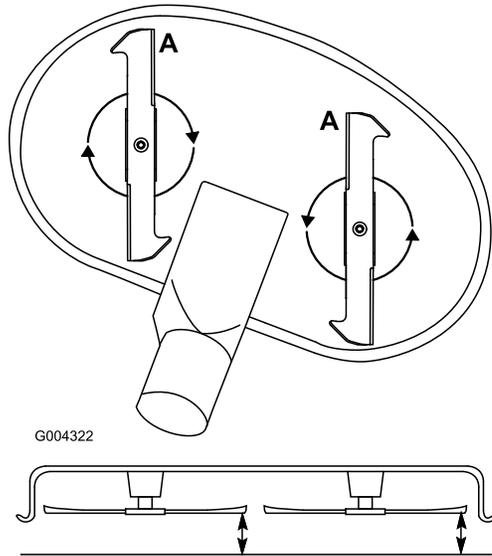

Figura 47
1. Girate le lame fino a disporle in parallelo con la lunghezza della macchina (Figura 47). Misurate da un piano orizzontale fino al tagliente delle
lame, posizione A, (Figura 47). Prendete nota di questa misura.